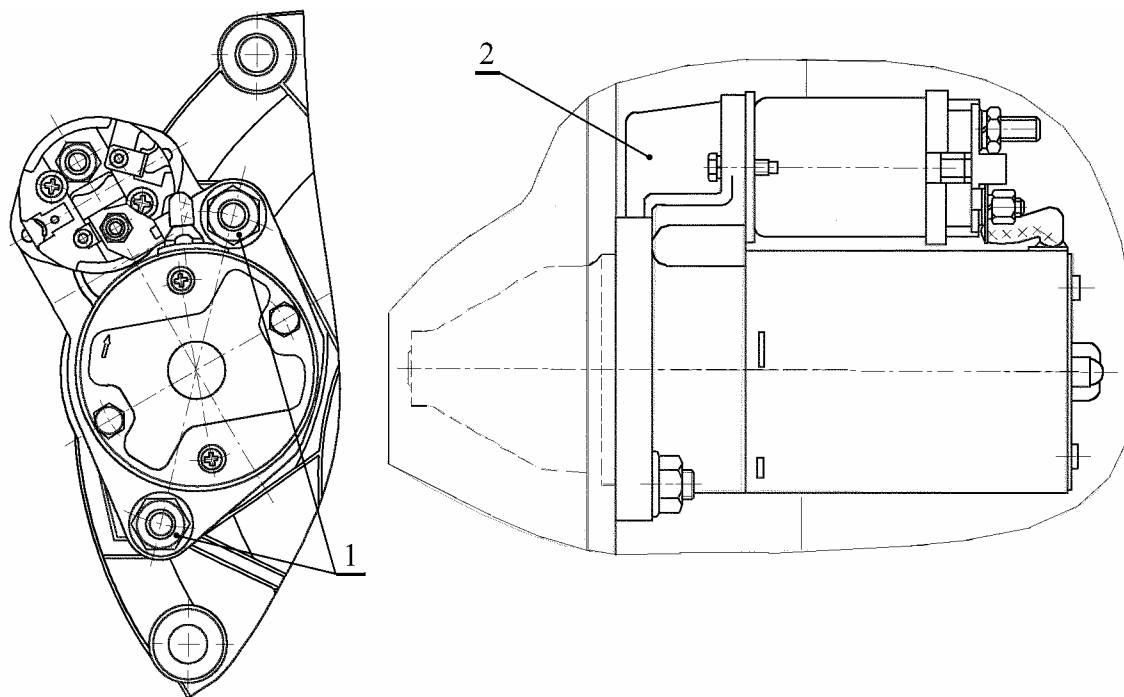

Рис.1. Установка стартера автомобилей ВАЗ-11183:
2.1.7 Отвернуть две гайки 1, рис.1, крепления стартера и снять стартер 2 (головка сменная 15, удлинитель, вороток трещоточный).